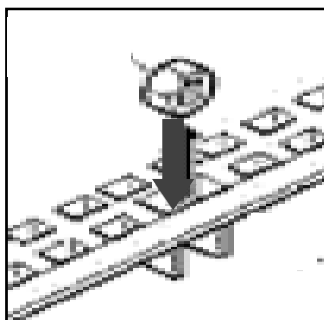

Fig. 2
- Insérez l'écrou hexagonal pour le blocage de la tringle tourne-œufs dans le trou de la grille porte-œufs le plus proche au bord (voir Fig. 2). Insérez la tringle dans le trou de la boîte inférieure de la couveuse et vissez-le à l'écrou.